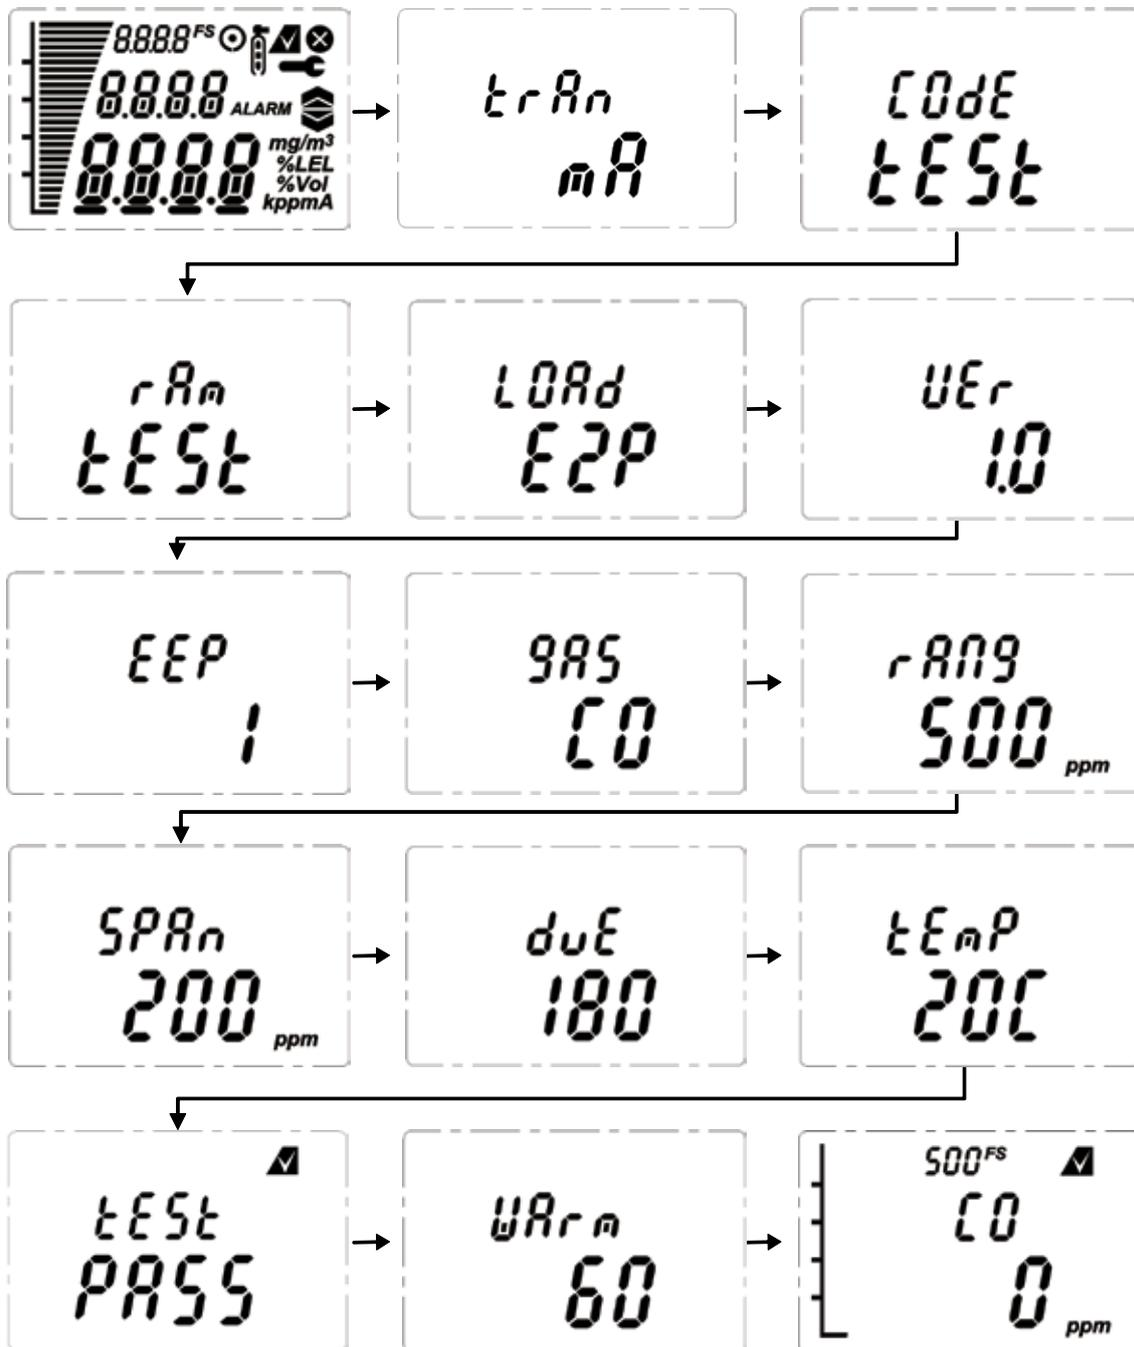

Abbildung 14: Normales Startverfahren (für CO-Sensorversion)
10. Danach wird eine Startsequenz ähnlich der in Abbildung 14 angezeigt.
Eine vollständige Beschreibung der in Abbildung 14 gezeigten Bildschirme finden Sie in Abschnitt 13.3 „Überprüfungsmodus“ dieses Handbuchs.